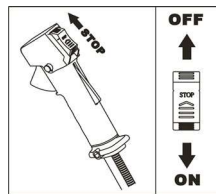

Fig. 16
- No parar repentinamente el motor cuando opera a altas velocidades. Fig. 16
- Desacelerar gradualmente y poner en ralentí antes de posición OFF. Fig.16